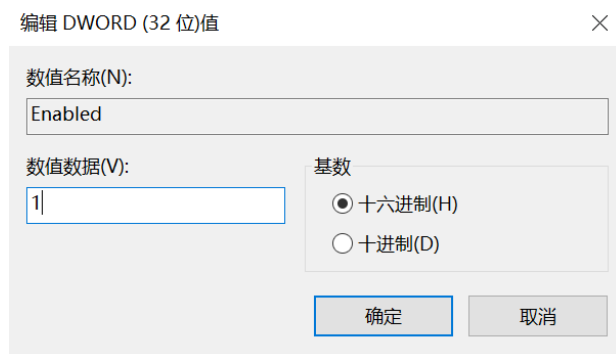

图3-13 修改 Enabled
5. 双击 NtpServer 目录下的 Enabled，将数值数据设置为“1”，如图 3-13 所示。